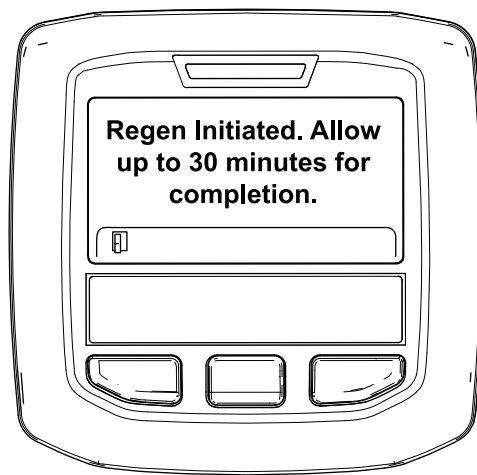

Рисунок 44
- Если регенерация разрешена, на дисплее инфо-центра появится сообщение «Regen Initiated. Allow up to 30 minutes for completion» («Регенерация запущена. Подождите 30 минут до завершения»). При появлении этого сообщения на дисплее инфо-центра подождите, пока машина не выполнит полный процесс регенерации с парковкой (Рисунок 44).